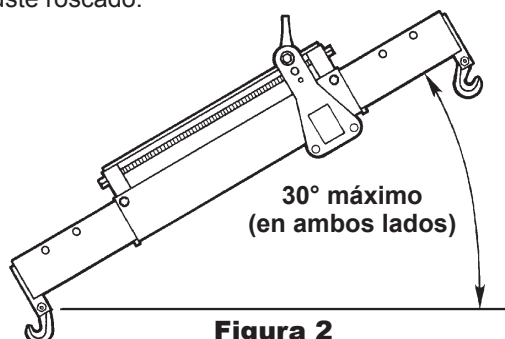
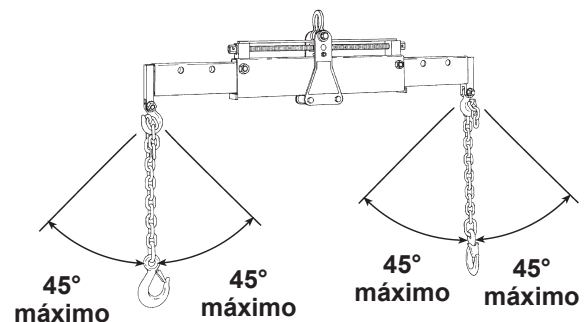

Figura 2
Figura 3
- No intente elevar una carga que exceda la capacidad máxima de 10,000 lbs. / 4,540 kg. El equipo sobrecargado puede fallar y ocasionar lesiones personales. Para asegurarse de que las cadenas de cojinete de carga no están estiradas a más de su capacidad, no ajuste el rotor de carga a un ángulo mayor que 30° (consulte la figura 2) y no extienda las cadenas de cojinetes de carga más de un total de 90° para ambas cadenas (consulte la Figura 3).
- No ajuste el rotor de carga a un ángulo mayor de 30°. Consulte la Figura 2.
- No extienda las cadenas del cojinete de carga más de un total de 90° para ambas cadenas. Consulte la Figura 3.